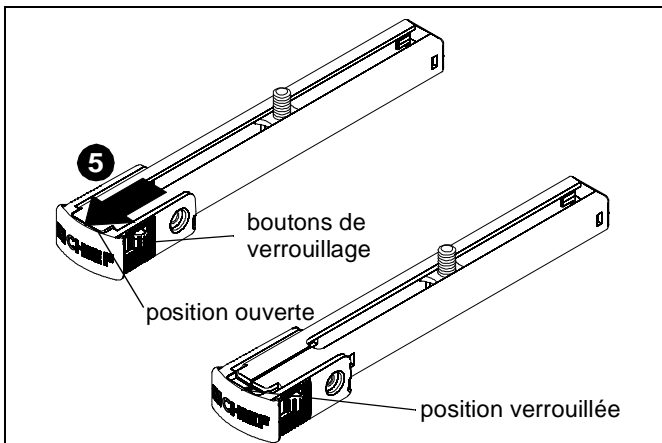

Figure 5
- Appuyez fermement sur les boutons de verrouillage situés sur le pied du SLBU/SLMU (B) en repoussant simultanément le couvercle enclipsé de la patte de fixation des montants coulissants fournis, jusqu'à ce que le couvercle enclipsé soit en position verrouillée. (See Figure 5)